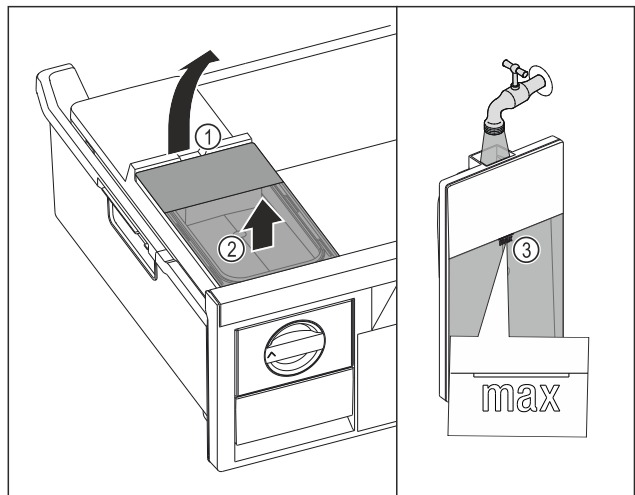

Fig. 109
- ▶ Nádržku na vodu nadvihnite za vybranie Fig. 109 (1).
- ▶ Nádržku na vodu odoberte nahor. Fig. 109 (2)
- ▶ Nádržku na vodu naplňte pitnou vodou po značku Fig. 109 (3).